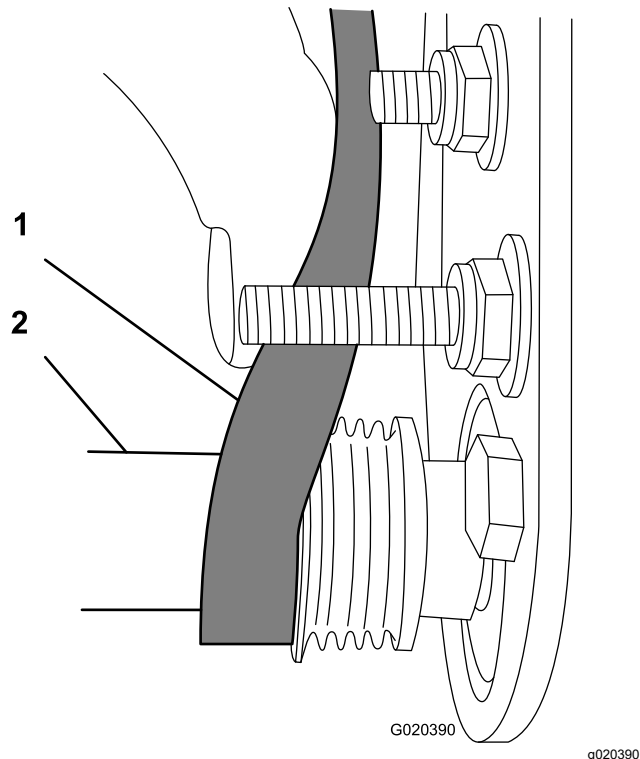

Рисунок 15
- Начните надевать ремень на **ведомый** шкив (Рисунок 15).
- Используйте глубокую головку (9/16 дюйма) для вращения щетки в сборе и установки ремня на ведомый шкив (Рисунок 15).